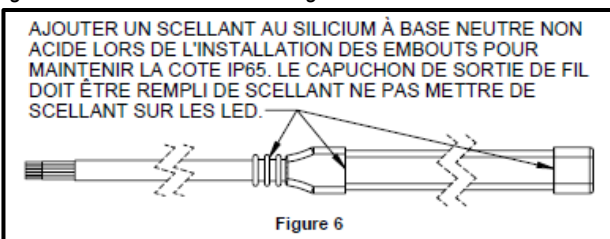

Figure 6
- Après avoir coupé la bande DEL, s'il est nécessaire d'avoir plus de fils, un câble d'épissure approprié doit être soudé à la bande DEL et scellé avec les embouts fournis pour maintenir l'indice IP65 pour emplacements humides (Figure 6). Les connecteurs de bornier JFX CNT et les connecteurs JFX CNT RGBW ne sont pas compatibles avec les bandes DEL pour emplacements humides.
- Chaque section coupée doit être scellée à l'aide des embouts fournis et d'un mastic/adhésif en silicone neutre non acide (figure 6). Il est interdit de mettre le mastic en contact avec les puces DEL. Les adhésifs à base d'acide ou le contact de l'adhésif avec les puces DEL peuvent endommager les DEL ou entraîner leur défaillance prématurée.